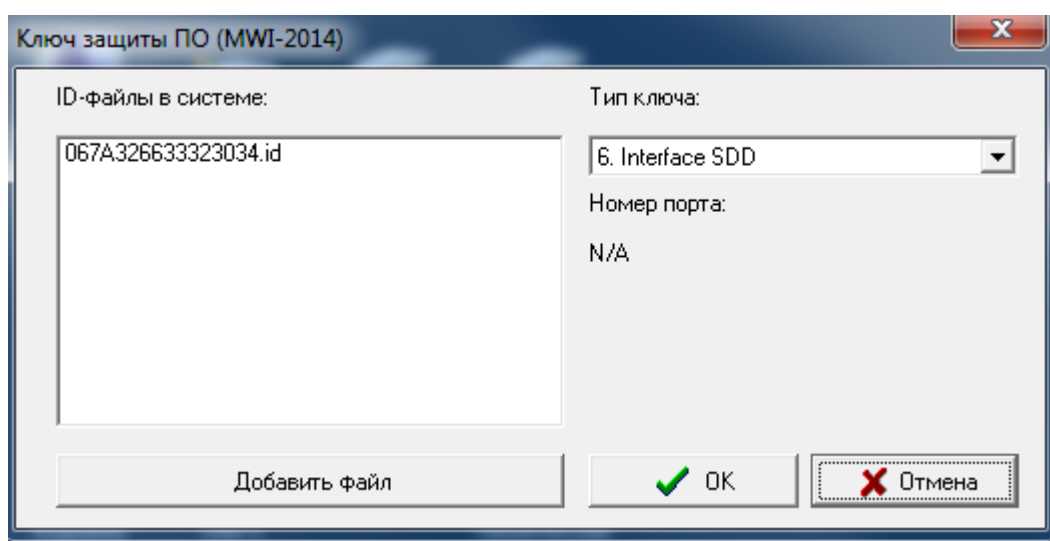

Рис. 5.1 Настройка ключа защиты ПО
5.2 Проверить настройку ключа защиты ПО (выбрать строки меню «Компьютер» -> «Ключ защиты»). Вид окна настройки ключа защиты ПО приведен на Рис. 5.1. Имя id-файла должно соответствовать лицензии на ПО ARIS SCADA. Выбранный тип ключа «Interface SDD» изображен на Рис. 2.1.